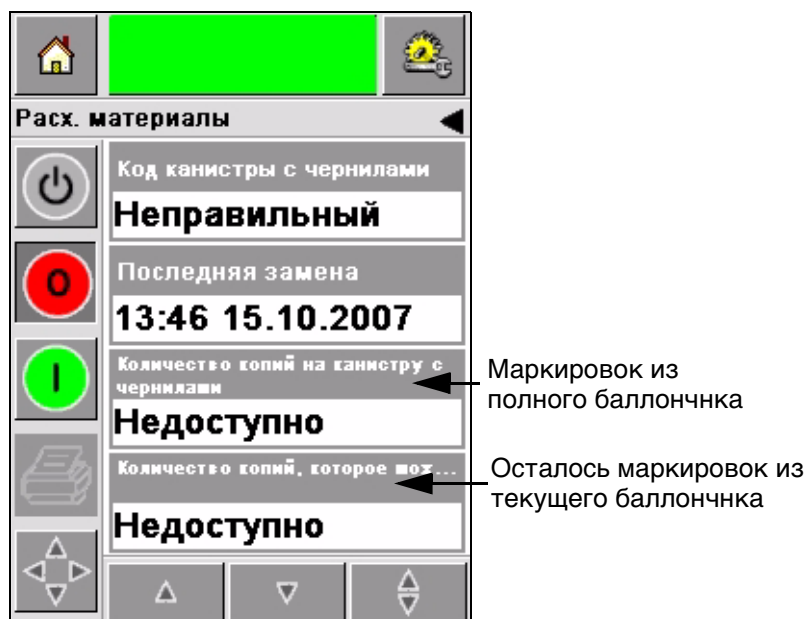

Рисунок 4-15: Расчетное количество маркировок
- 1 Когда принтер находится в Рабочем режиме, нажмите на клавишу Расходные материалы на Главной странице (Рисунок 4-14). Откроется страница Расходные материалы (Рисунок 4-15 на странице 4-13).